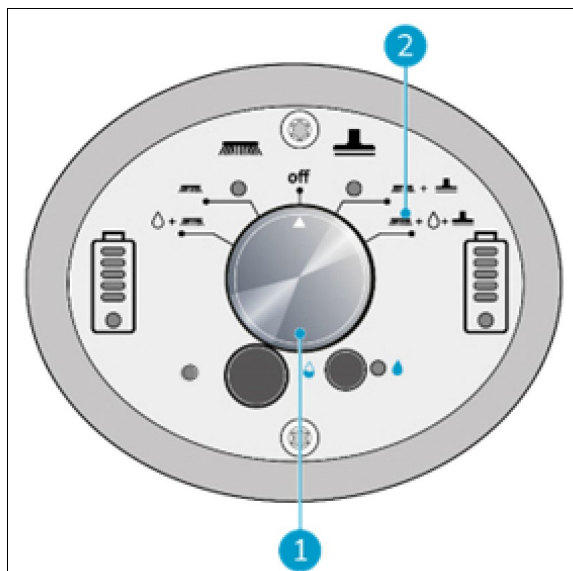

Figure 24
2. Sélectionnez la brosse, la solution de nettoyage et le mode d'aspiration sur le panneau de commande. (figure 24, pos. 2)